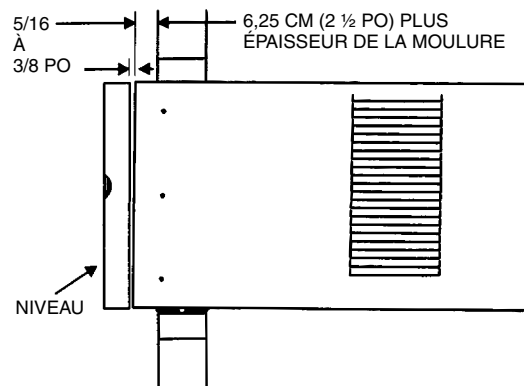

FIGURE 23 — EMPLACEMENT DU CAISSON DANS LE MUR
13. Faites glisser le caisson vide dans le cadre de bois de l'ouverture du mur. Environ 6,25 cm (2 1/2 po) du caisson doit se trouver dans la pièce. Le reste du caisson doit être positionné dans le mur et à l'extérieur de celui-ci. Consultez la Figure 23. Laissez une inclinaison appropriée pour permettre l'écoulement de l'eau de condensation. Le guide inférieur doit reposer fermement sur la planche inférieure du cadre de bois.